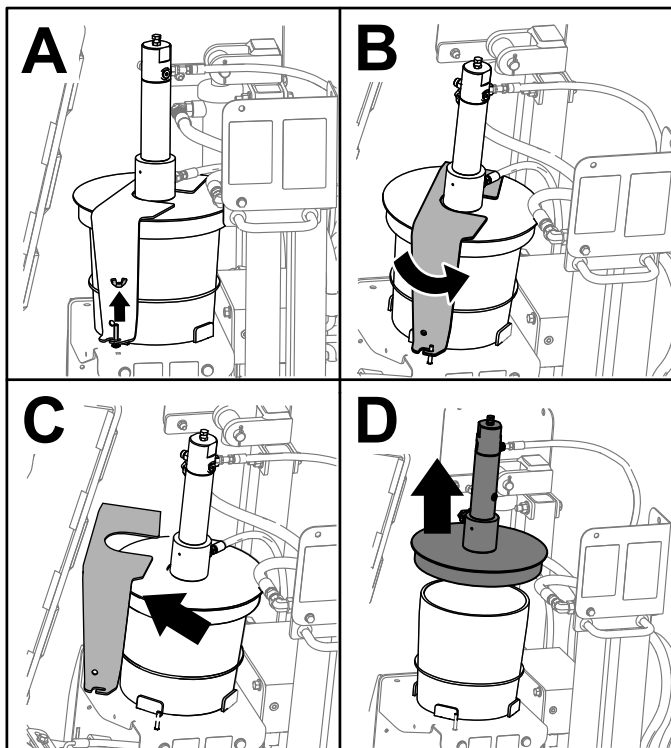

Figura 72
2. Afloje las tuercas de orejeta que sujetan las pletinas de sujeción a la máquina (Figura 72, A).
3. Gire la tapa y retire las pletinas de sujeción de los pernos de retención (Figura 72, B y C).
4. Retire la tapa del cubo de lubricante de roscas vacío (Figura 72, D).